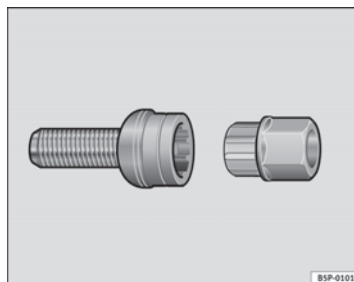

Fig. 178 Tornillo antirrobo de la rueda
- Coloque el adaptador hasta el tope en el tornillo antirrobo de la rueda ⇒ fig. 178.